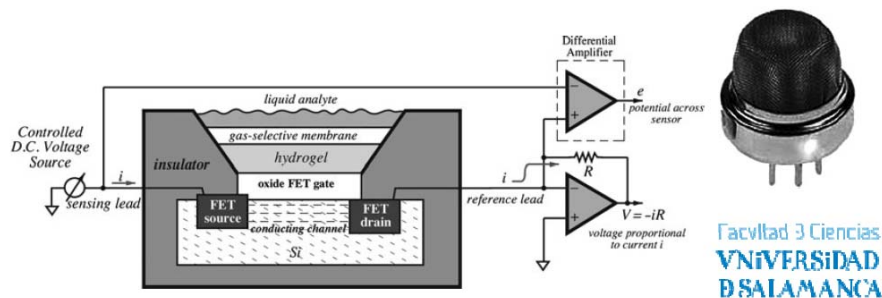

Figura 1. Ejemplo de transparencia Máster en Física.
- Transparencias. Este material abarca todos los contenidos del curso y ha sido puesto a disposición de los estudiantes desde el principio de la docencia (ver figura 1).